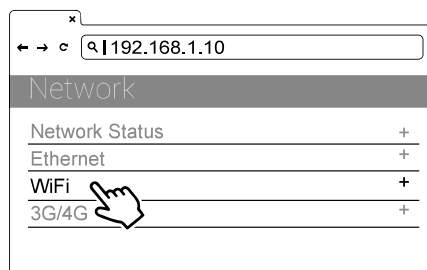

Figura 34. Selectare Network
- 1) Selectați Wi-Fi Module. A se vedea Figura 34.